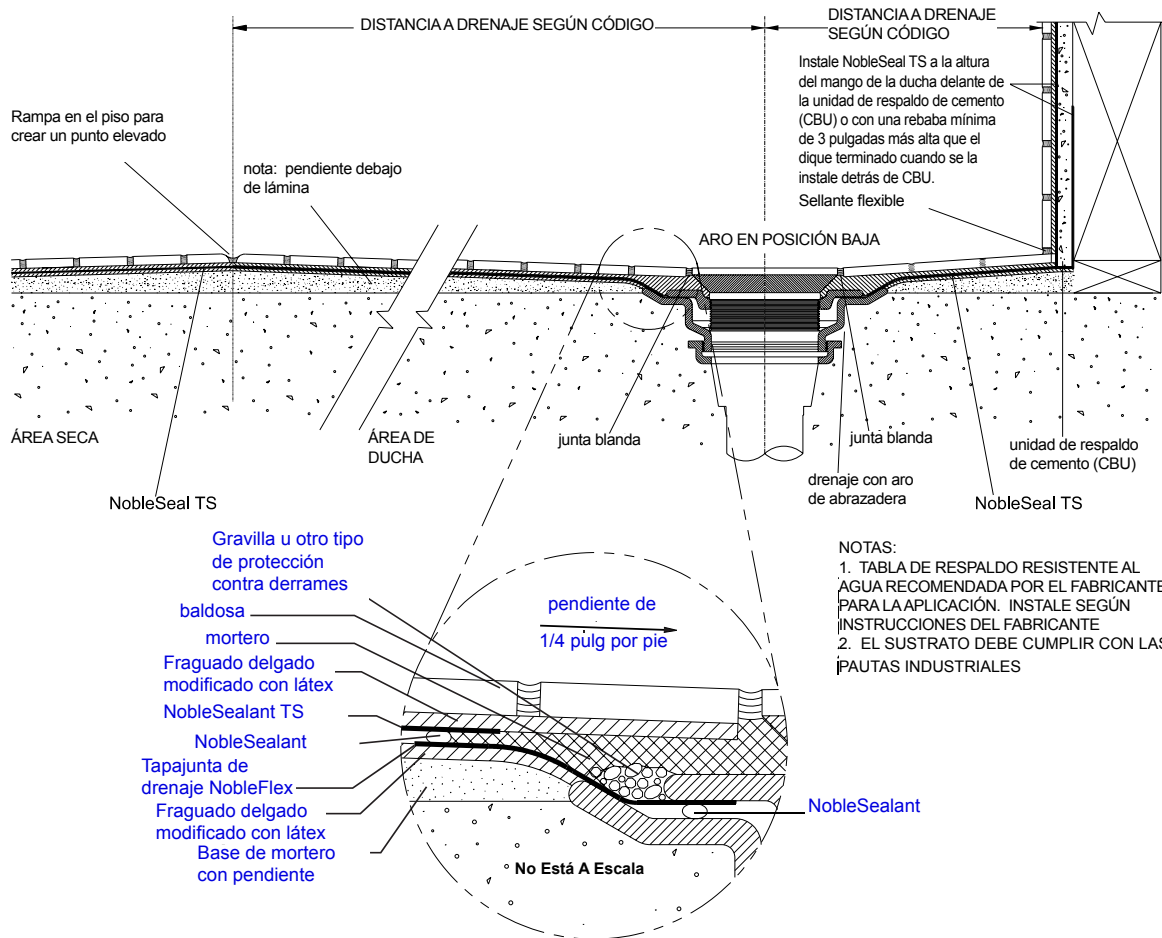

Figura 5. UNIÓN DE JUNTAS/AISLAMIENTO DE GRIETAS
6.2 AISLAR GRIETAS Y CONTROLAR JUNTAS: (Vea la Figura 5) Remítase a las instrucciones de instalación actuales de NobleSeal CIS®. Para las aplicaciones que no requieran impermeabilización, utilice NobleSeal CIS o modifique NobleSeal TS de la siguiente manera: quite el área de unión de 2 pulgadas de cada borde. Siga las instrucciones de instalación de NobleSeal CIS.